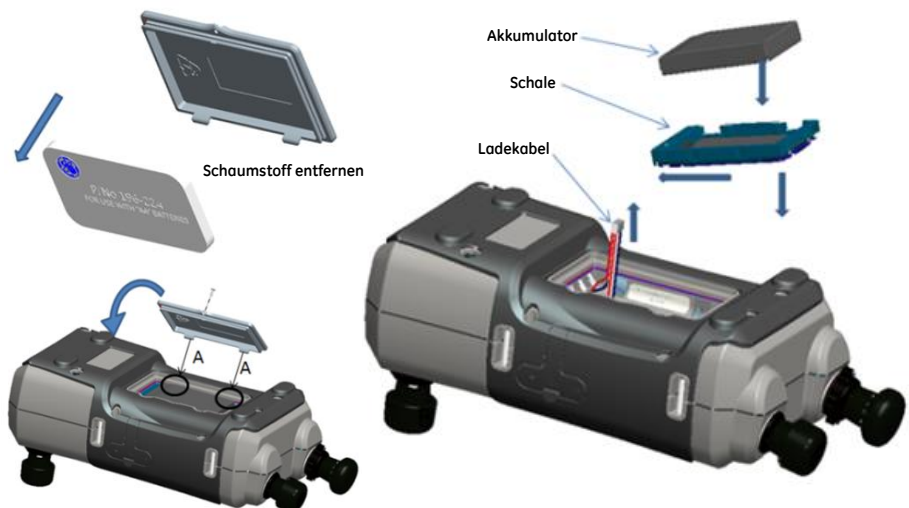

Abbildung 2: Akkupack einsetzen
6. Bringen Sie die Batteriefachabdeckung wieder an. Schließen Sie das Batteriefach, indem Sie die Vorsprünge an der Abdeckung (A) schräg in die Schlitzze einsetzen. Ziehen Sie dann die Befestigungsschraube fest. (Siehe Abbildung 2).